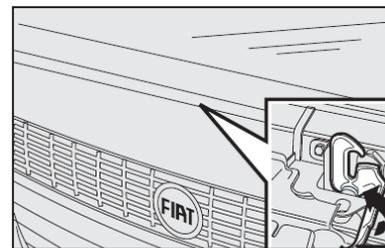

fig. 104
- 2) puxar a trava **B-fig. 104** localizada acima da grade frontal sob o capô. Como indicado pela seta;